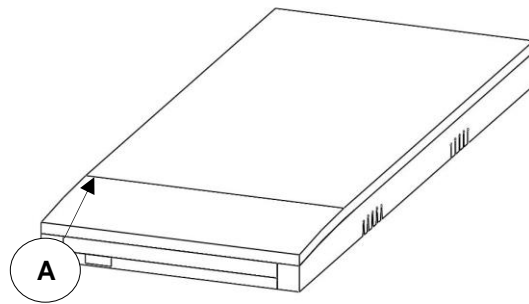

图 1
标准型号：序列号 (A) 位于封套内的泡沫芯层上，接近支撑面的右下端（如图 1 所示）。要获得序列号，将封套的拉链拉开一英尺左右以进入泡沫框。如果型号包含防火隔层，序列号可通过防火隔层读取。